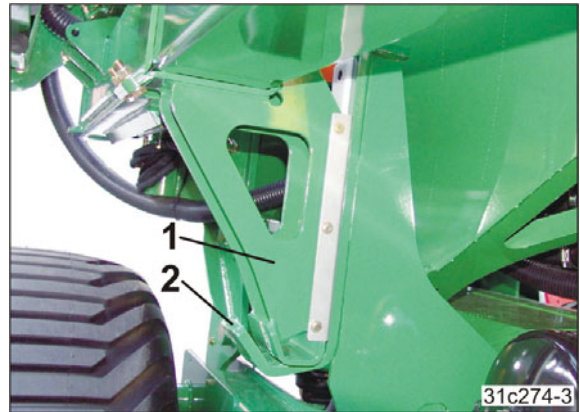

Fig. 211
5. Maskinens udligggerarme (Fig. 211/1) løftes fra transportlåsen (Fig. 211/2).
8.1 Aktivér traktorstyreenheden *gul* ved at bekræfte i AMATRON 3, at maskinens udliggere er frigjort fra transportlåseanordningen (se Fig. 211).